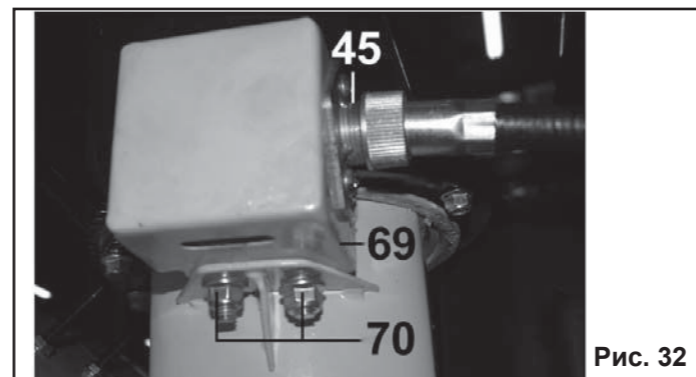

Рис. 32
9.10. Регулировка положения червяка поворота желоба (Рис.32).